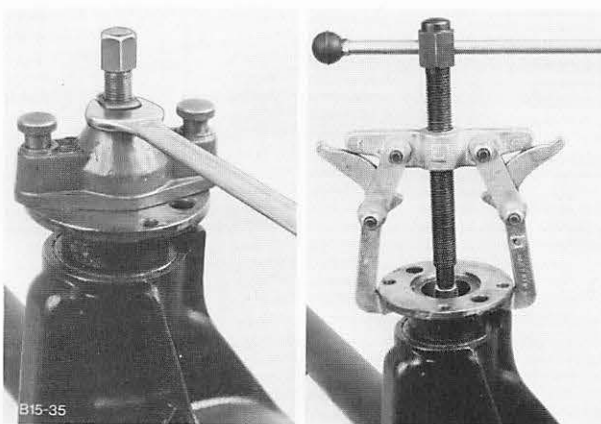

Abb. 100 Flansch – Antriebskegelrad abziehen
5. Ölauffangwanne unter das Hinterachsgehäuse setzen und Flansch mit Werkzeug G2-4851-A/6312-A abziehen. Abb. 100.